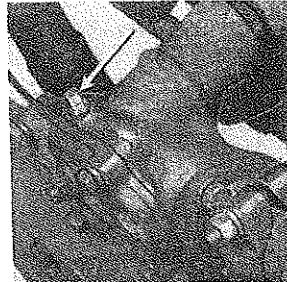

Fig. 10
- e. Kontroller oliestanden i styrehuset og fyld op, hvis det er nødvendigt. Der skal påfyldes olie gennem påfyldningsproppen, indtil olien når til påfyldningshullets kant. (fig. 10)